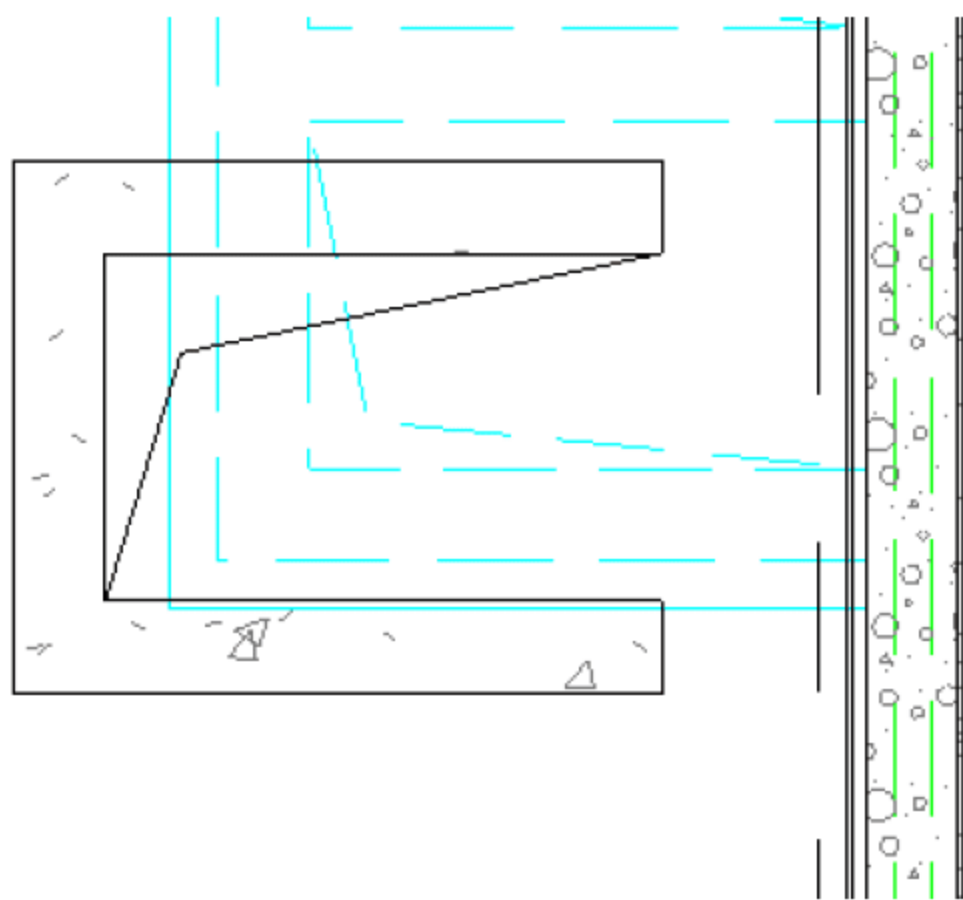

图 12.3.68 插入“靠墙风道”族
(26) 插入“靠墙风道”族。选择“建筑”→“柱”→“柱：建筑”命令，然后插入“靠墙风道”族，如图 12.3.68 所示。